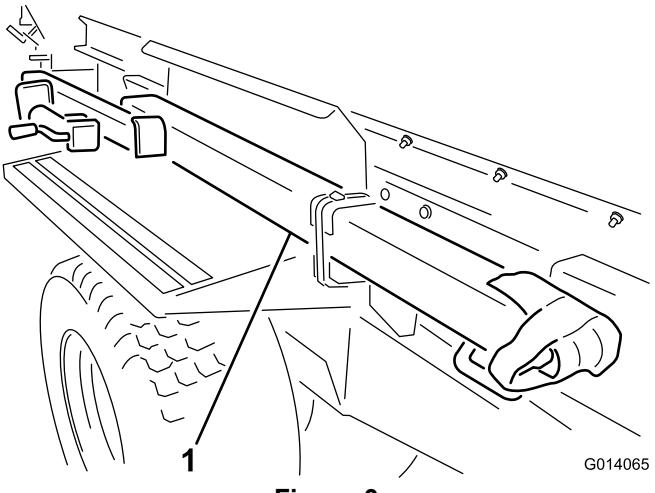

Figura 3
3. Rimuovete l'attacco di traino dalla posizione di spedizione tagliando entrambe le reggette che lo fissano al parafango (Figura 3). Rimuovete entrambe le staffe di montaggio dal parafango ed eliminatele.